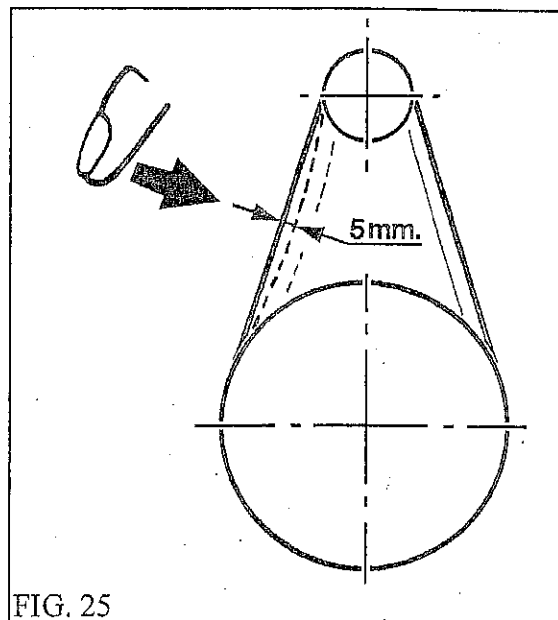
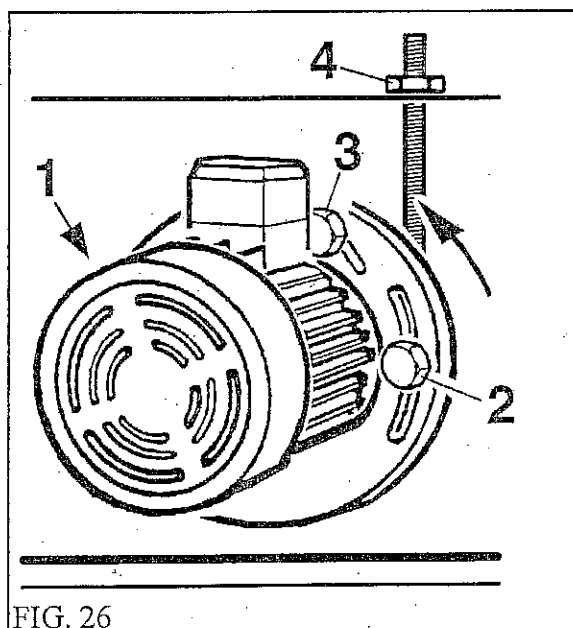
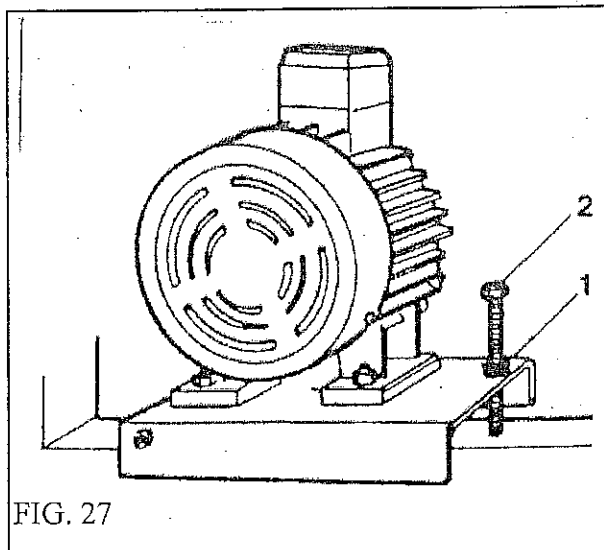

FIG. 25
FIG. 26
FIG. 27
Efter några timmars arbete, kontrollera att remmarna fortfarande är tillräckligt spända. När man trycker på en mellanliggande punkt med en styrka på 2-3 kg, ska böjligheten vara ungefär 5 mm (fig. 25). För maskinerna 500/600/700, om spänningen inte är tillräcklig, skruva loss skruvarna 1,2,3 och vrid på muttern 4 på spännlinan och skruva därefter till skruvarna om igen på sina lägen (fig. 26).
För maskinerna 800 och 900, skruva loss motmuttern 1 och skruva på skruvarna 2. Skruva därefter åt motmuttern 1 på nytt (fig. 27).
- För modellerna 500/600/700 lossa på remmarna genom att skruva loss skruvarna 1,2 och 3 (fig. 26) och skruva även loss muttern 4 på spännlinan tills motorn sänks ner. För modellerna 800/900 skruva loss muttern 1 och skruven 2 (fig. 27).
- För modellerna 500/600/700, dra remmarna genom att skruva till muttern 4 på spännlinan och dra åt skruvarna för att blockera motorn på sitt läge (fig. 26).
För modellen 800/900 dra åt skruven 2 (fig. 27) genom att lyfta upp motorn, och blockera skruven med muttern 1.
- För modellerna 500/600/700, lossa på remmarna genom att skruva loss skruvarna 1,2 och 3 (fig. 26) och skruva även loss muttern 4 på spännlinan tills motorn sänks ner. För modellerna 800/900 skruva loss muttern 1 och skruven 2 (fig. 27).